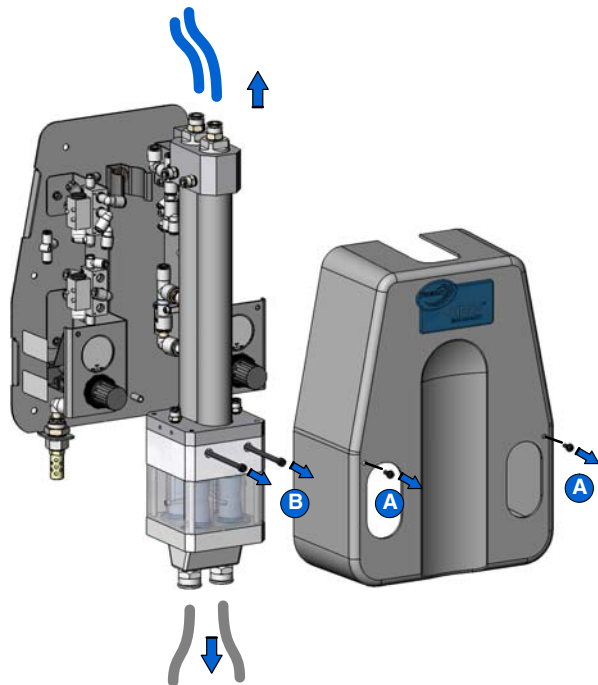
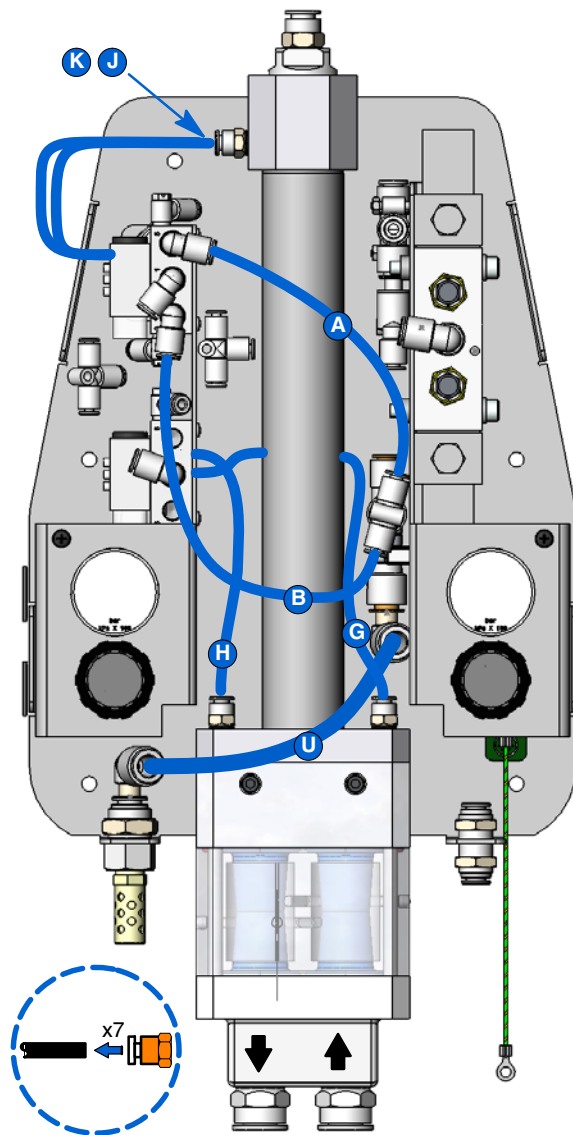

Bild 9 Demontering av slangar och kåpa
Bild 10 Demontering av luftslangar
1. Se bild 9. Koppla loss slangarna för spolningsluft från pumpens ovansida.
3. Skruva ur de två skruvarna (A) och tag av pumpkåpan.
4. Se bild 10. Koppla loss ena änden på var och en av de sju luftslangarna som visas i bilden.
NOTE: Bokstäverna i bild 10 korresponderar med de bokstäver som används i *Slanganslutningschemat* på sidan 20.
5. Se bild 9. Tag av de två skruvarna (B) som fäster pumpdelen på grundenheten. Tag av pumpdelen och flytta den till en ren arbetsyta.